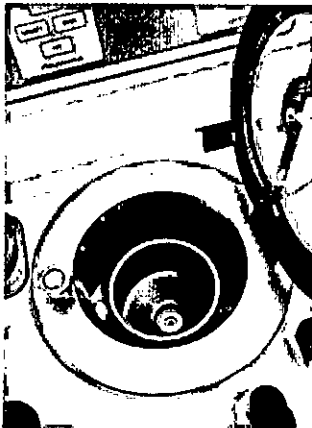

Figura 9.1a
- Abrir la tapa de la centrífuga (Figura 9.1a)